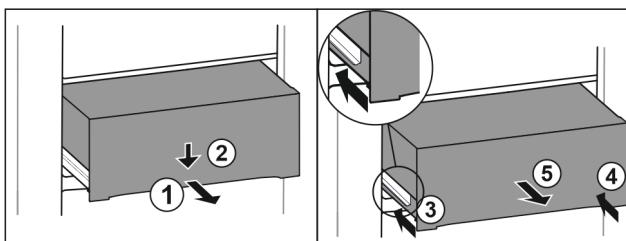

Fig. 86
- Extrageți pe jumătate sertarul. Fig. 86 (1)
- Apăsați în jos sertarul pe partea frontală. Fig. 86 (2)
- Inserați șina stângă aproximativ 2 cm. Fig. 86 (3)
- Inserați șina dreaptă aproximativ 2 cm. Fig. 86 (4)
- Extrageți sertarul spre înainte. Fig. 86 (5)